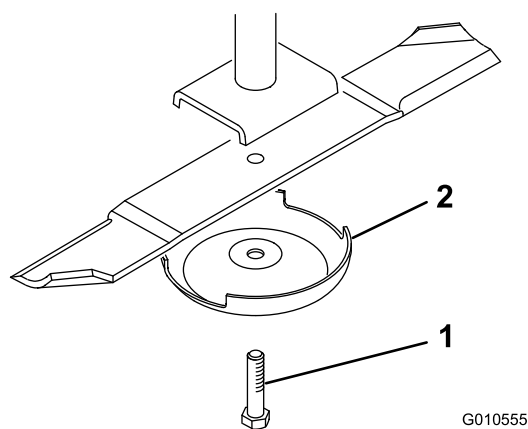

Figura 21
2. Sujete el extremo de la cuchilla usando un paño o un guante grueso. Retire del eje de la cuchilla el perno de la cuchilla, el protector de césped y la cuchilla (Figura 21).